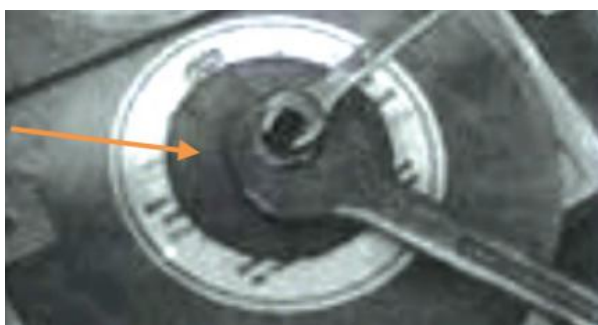

Рис. 5
- Придержите обойму режущего круга и открутите гайку, фиксирующую круг, с помощью гаечного ключа (рис. 5).